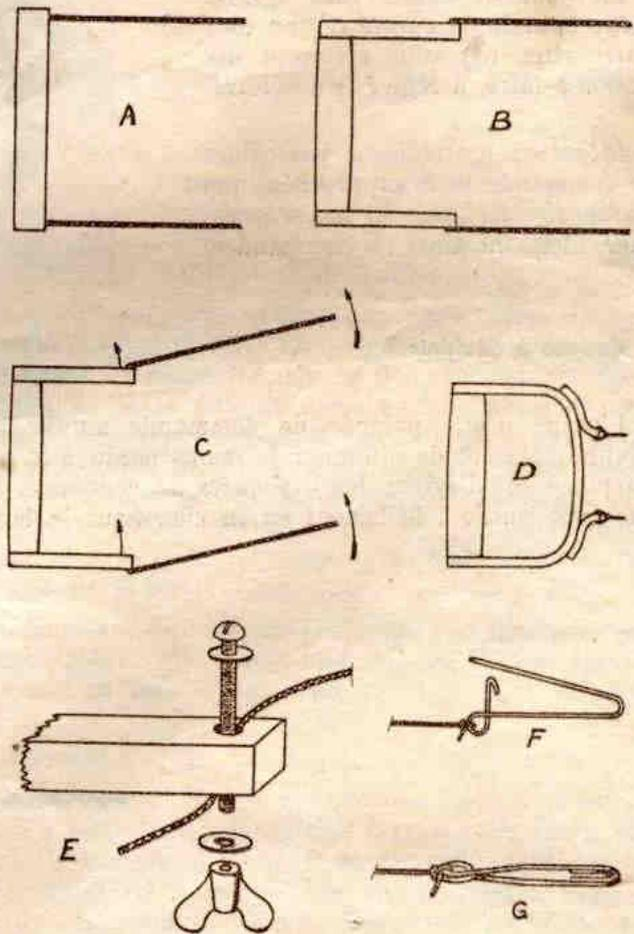

Fig. 27. — Poignée de commande.
Vous pouvez très bien piloter avec un simple manche droit (A) d'où partent deux câbles (fig. 27).